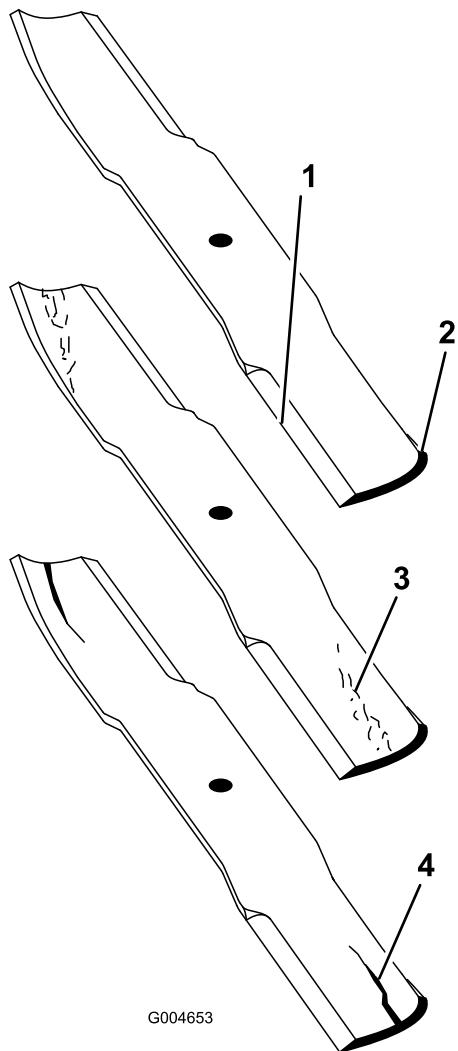

Figura 82
2. Examine cuidadosamente los extremos de corte de la cuchilla, sobre todo en el punto de reunión entre la parte plana y la parte curva de la cuchilla (Figura 82). Puesto que la arena y cualquier material abrasivo pueden desgastar el metal que conecta las partes curva y plana de la cuchilla, compruebe la cuchilla antes de utilizar el cortacésped. Si se aprecia desgaste (Figura 82), cambie la cuchilla.